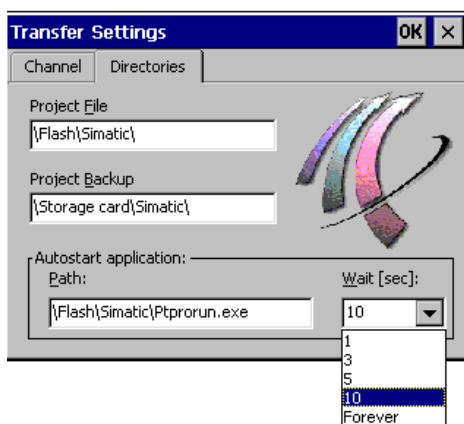

图 3-3 带 **目录** 标签控件的下载设置组态菜单
除了下载模式的设置选项，可以使用 **目录** 标签控件指定下列路径(参考图 3-3)：
- 必须在操作单元上为源文件设置存储位置(参考图 3-3)。可以独立定义存储位置：网络路径或存储卡